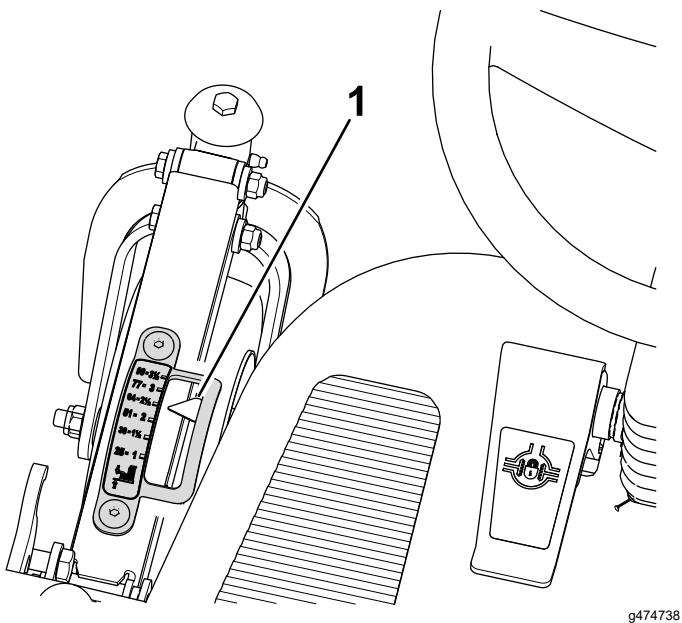

Figura 97
1. Ajuste a altura de corte para a posição de 64 mm (Figura 97).